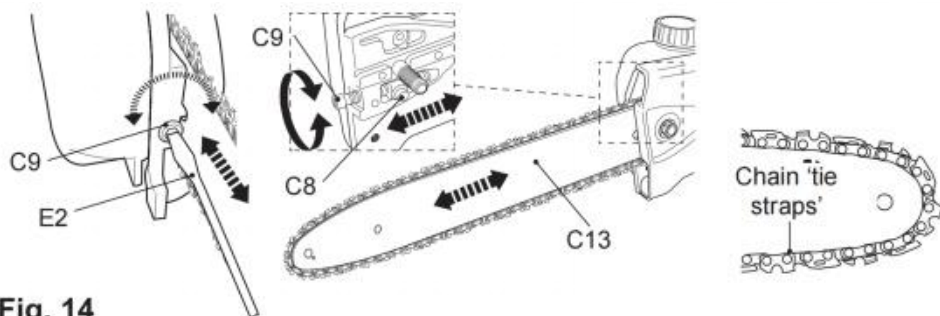

Fig. 14
3) Avvitare la vite di tensione (C9) in senso orario o antiorario per regolare il perno di tensione (C8) / barra di guida (C13) fino a quando le "fascette" della catena toccano appena il bordo inferiore della barra di guida (Fig. 14) .